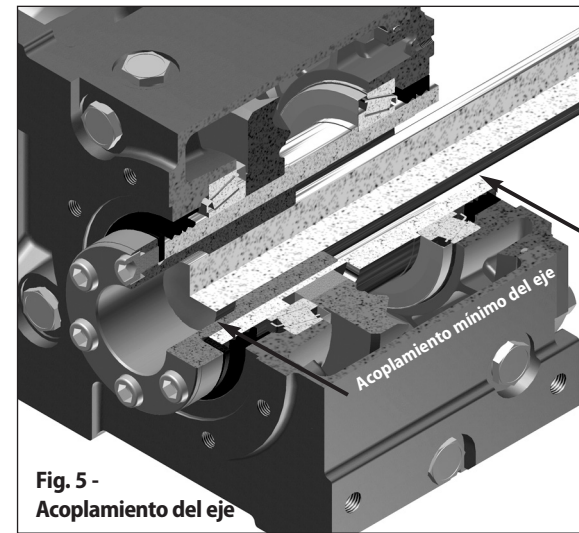
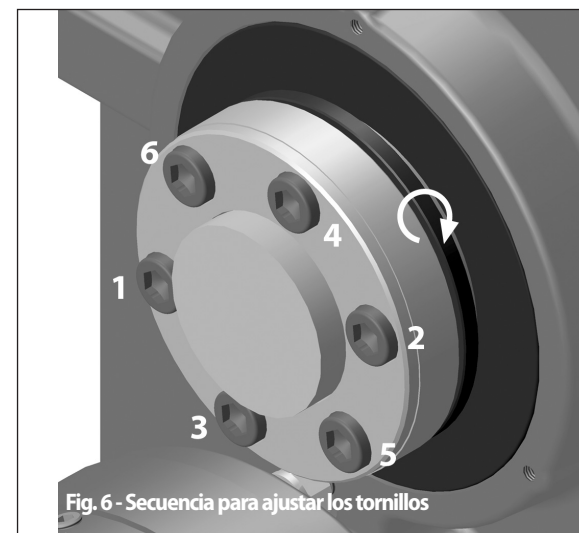

Fig. 5 - Acoplamiento del eje
Fig. 6 - Secuencia para ajustar los tornillos
Paso 8: Posicione la unidad con la brida del buje colocada en su lado exterior. Alinee el buje con el eje impulsado. Deslice la unidad sobre el eje impulsado, tan cerca como sea posible del rodamiento de apoyo del mismo. Preferiblemente, el eje impulsado debe extenderse más allá del frente de la brida del buje (vea la Fig. 6). Vea el acoplamiento mínimo necesario entre el eje y el buje en la Fig. 5 y en la tabla 2 que sigue.
Paso 9: Con una llave dinamométrica (torquimetro), apriete los tornillos de cabeza en incrementos de a 20% para acoplar el sistema del buje. Para asegurar el acoplamiento completo del buje, utilice el esquema de apriete apropiado ("en estrella"; vea la Fig. 6). Apriete cada tornillo de cabeza según los valores de par (torque) de apriete que se indican en la tabla 3.